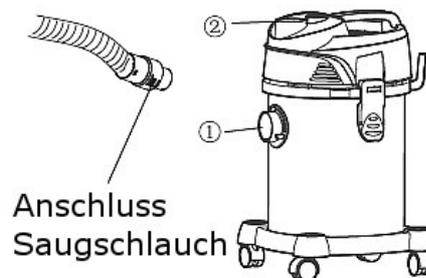

Abb. 6: Montage des Saugschlauchs
Schritt 4: Schließen Sie den Schlauch am Einlass des Nass-/Trockensaugers an (Abb.6).